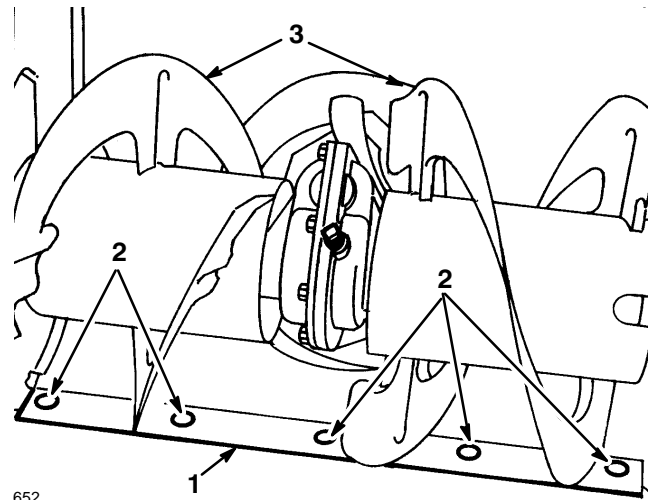

Abbildung 18
5. Die Spindelmesser so befestigen, daß sich die Schürfleiste und die Spindelmesser (Abb. 18) mindestens 0,3 cm (1/8") über dem Boden befinden.
7. Zur Einstellung der Schürfleiste die fünf Schrauben lösen (Abb. 18), die Leiste ausrichten und die fünf Schrauben wieder festziehen.